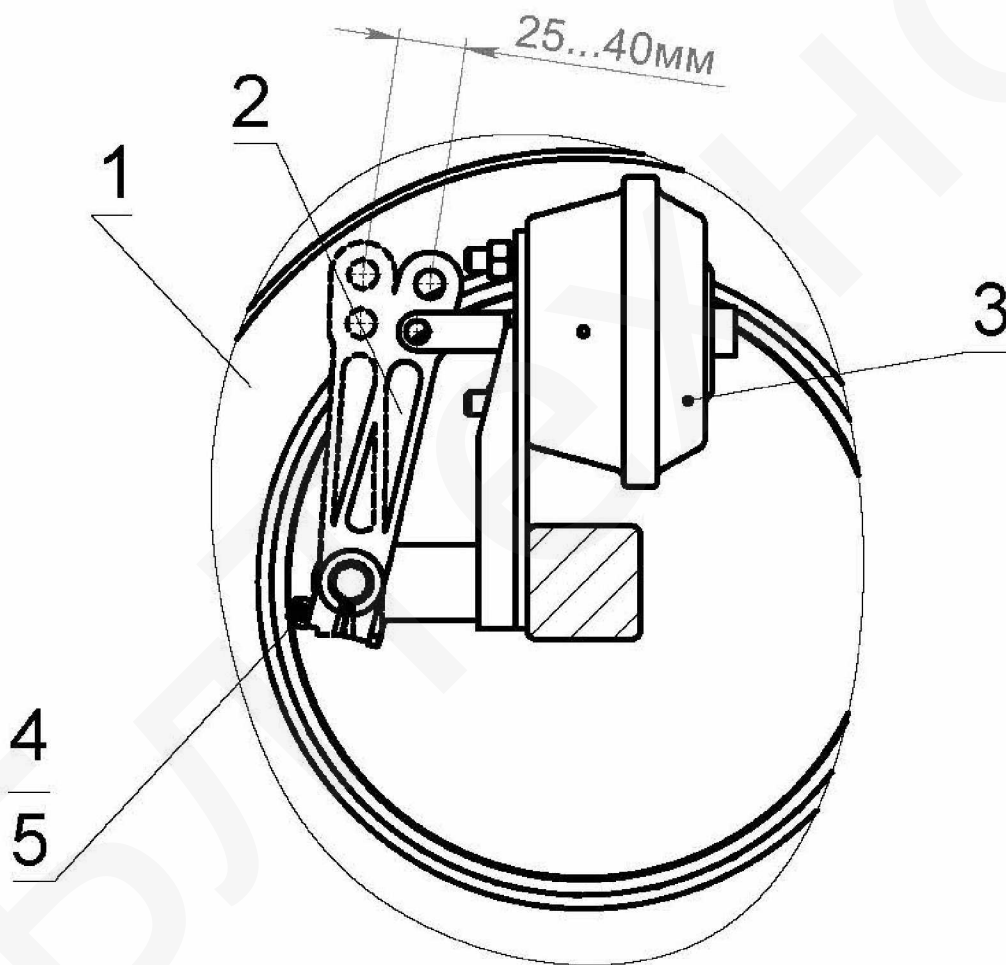

Рисунок 7.2 – Схема регулировки тормозов
- расшплинтовать ось крепления рычага регулировочного 2 (рисунок 7.2) к вилке тормозной камеры 3 и извлечь ее;